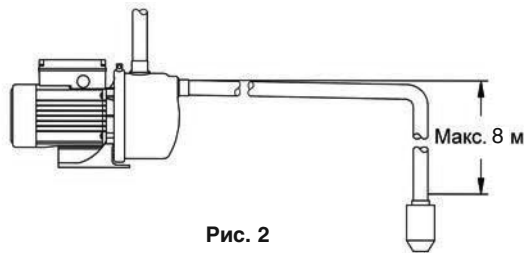

Рис. 2
8.5. Труба всасывающей магистрали присоединяется к входному резьбовому отверстию, находящемуся на торце насосной части электронасоса. При монтаже всасывающей магистрали необходимо обеспечить ей непрерывный угол наклона от насоса к источнику водозабора не менее 1° к горизонту (рис. 2). Обратные углы не допускаются. Следует иметь в виду, что при максимально допустимой высоте всасывания 8 м, максимальный напор электронасоса уменьшится на 8 м.